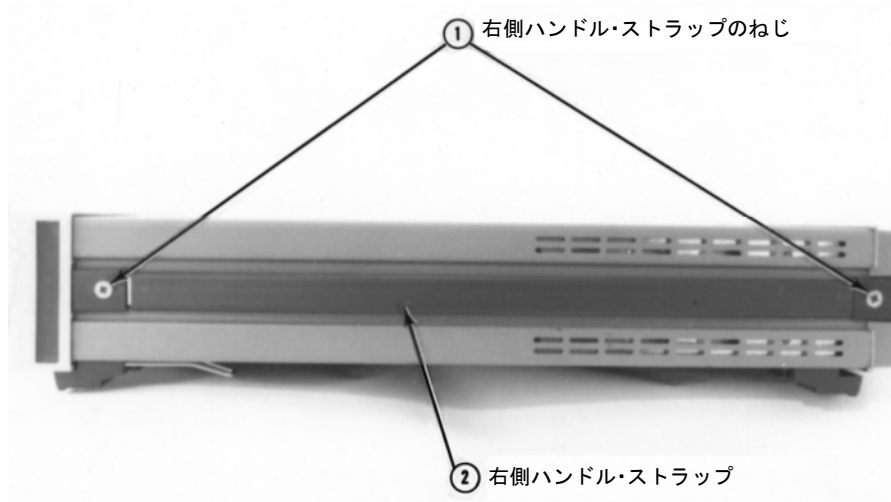

図35. 3458の右面図
3. 図35を参照してください。3458の(前面パネルから見て)右面を前にして置きます。
9. 図35を参照してください。右面を前にして3458を置きます。